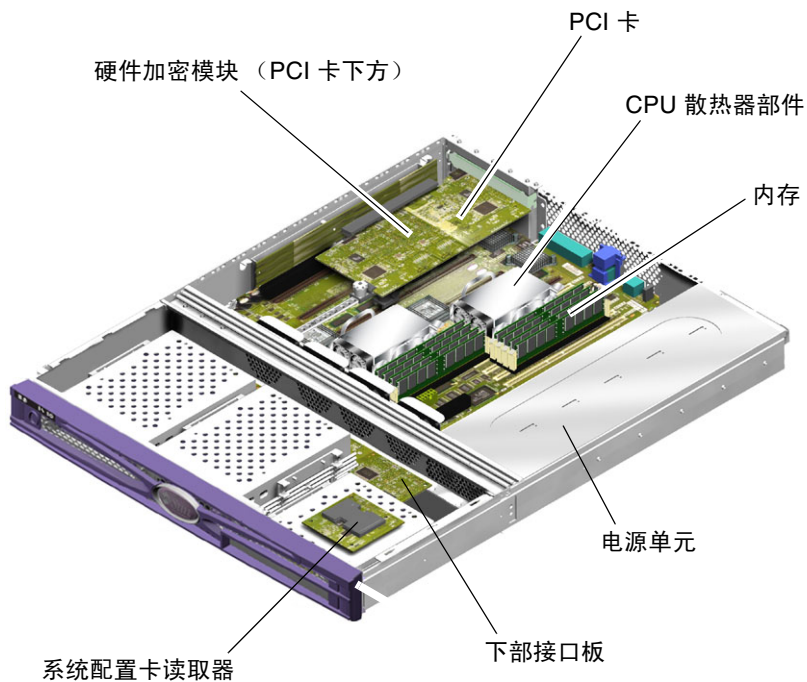
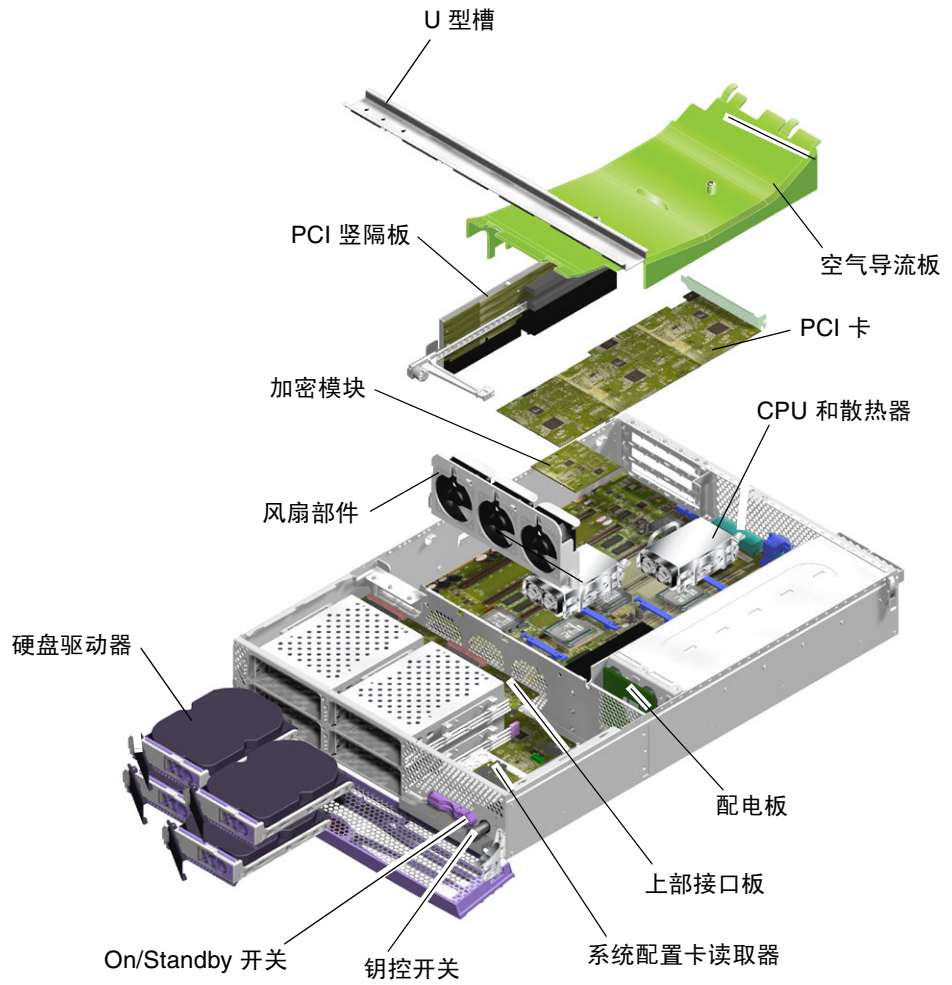

图 1-7 Sun Fire V210 服务器中主要组件的位置
图 1-8 Sun Fire V240 服务器中主要组件的位置
4. (适用于 Sun Fire V240 服务器) 拧下绿色空气导流板的螺丝，拆除空气导流板 (图 1-8)。
服务器内部组件的位置如图 1-7 和图 1-8 所示。